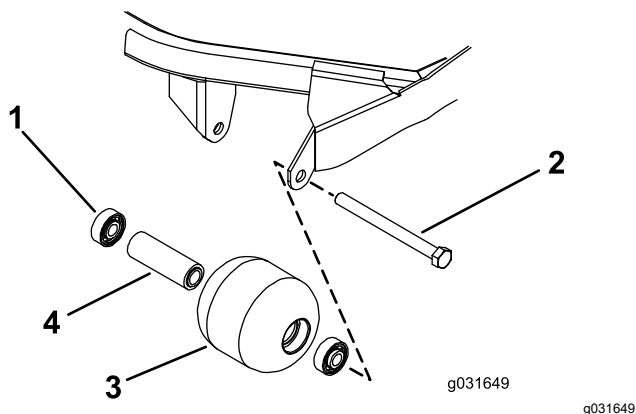

Figure 73
1. Retirez le boulon de fixation du galet (Figure 73).
2. Insérez l'entretoise (Figure 73).
3. En exerçant une pression uniquement sur la bague extérieure ou uniformément sur les bagues intérieure et extérieure, poussez le second roulement dans le logement du galet jusqu'à ce qu'il rencontre l'entretoise (Figure 73).
4. Vérifiez l'état du logement de roulements, des roulements et de la douille d'écartement (Figure 73).
1. En exerçant une pression uniquement sur la bague extérieure ou uniformément sur les bagues intérieure et extérieure, poussez le premier roulement dans le logement du galet (Figure 73).